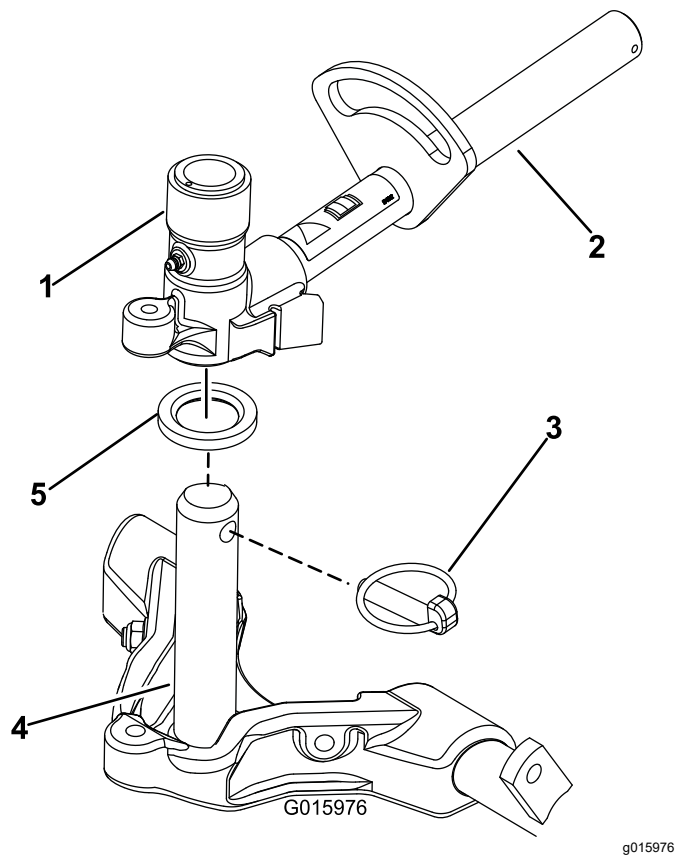

Bild 16
9. Schmieren Sie den Trägerrahmen mit sauberem Schmiermittel ein (Bild 16).
10. Frontschneideeinheiten: Schieben Sie eine Schneideinheit unter den Hubarm und schieben Sie gleichzeitig die Trägerrahmenwelle in das Gelenkjoche des Hubarms (Bild 16). Stellen Sie sicher, dass die Druckscheibe auf der Trägerrahmenwelle positioniert ist.
11. Befestigen Sie die Trägerrahmenwelle mit dem Einraststift am Hubarmjoch (Bild 16).
- B. Setzen Sie das Hubarmjoch in die Trägerschienen ein (**Bild 16**).